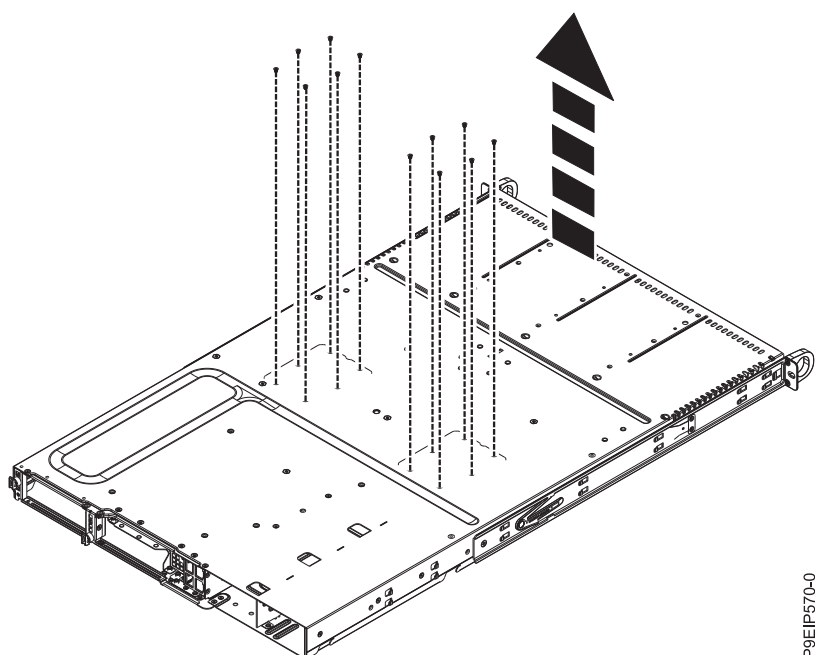

Figura 35. Removendo os parafusos do soquete do processador da parte inferior do chassi
- b. Remova os parafusos da parte inferior. Os locais dos parafusos são mostrados na Figura 35 na página 37.